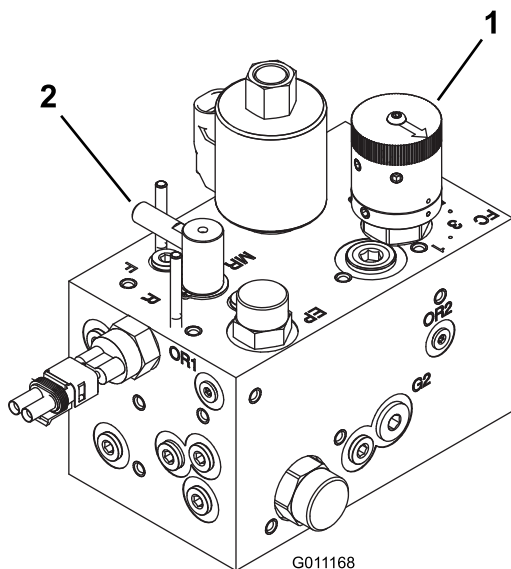

Figura 39
3. Rode o manípulo de controle da velocidade dos cilindros (Figura 39) para o número da velocidade do cilindro determinado no passo 1.